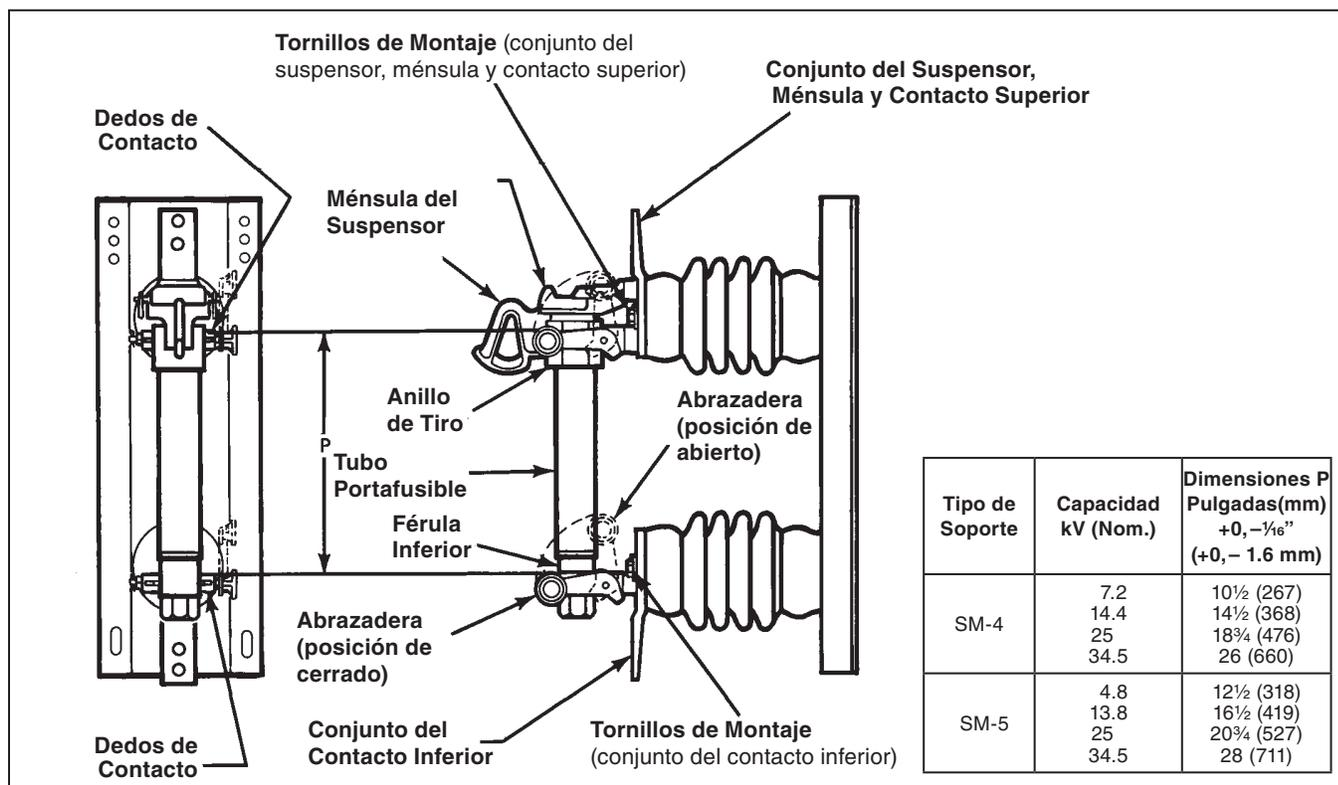

Figura 2. Espacio entre las partes vivas de los Fusibles de Potencia Tipos SM-4 y SM-5 de S&C, Estilos Vertical Sin Desconexión y Horizontal Sin Desconexión.
PASO 1. Mida con precisión la distancia entre los dedos de contacto del conjunto formado por el suspensor, la ménsula y el contacto superior y los dedos de contacto correspondientes del conjunto del contacto inferior. Ver Figura 2 en la página 9. Verifique para asegurarse que esta dimensión esté dentro de la tolerancia establecida para la Dimensión P. Si se necesita algún ajuste, afloje los tornillos de montaje del conjunto del suspensor, la ménsula y el contacto superior y mueva el conjunto acercándolo o alejándolo del conjunto del contacto inferior según se necesite para que la Dimensión P quede dentro de los límites especificados. Asegúrese de que, entre los dedos de contacto superiores e inferiores, se mantenga la Dimensión P a ambos lados del soporte de montaje del fusible. Apriete bien los tornillos de montaje del conjunto del suspensor, la ménsula y el contacto superior.